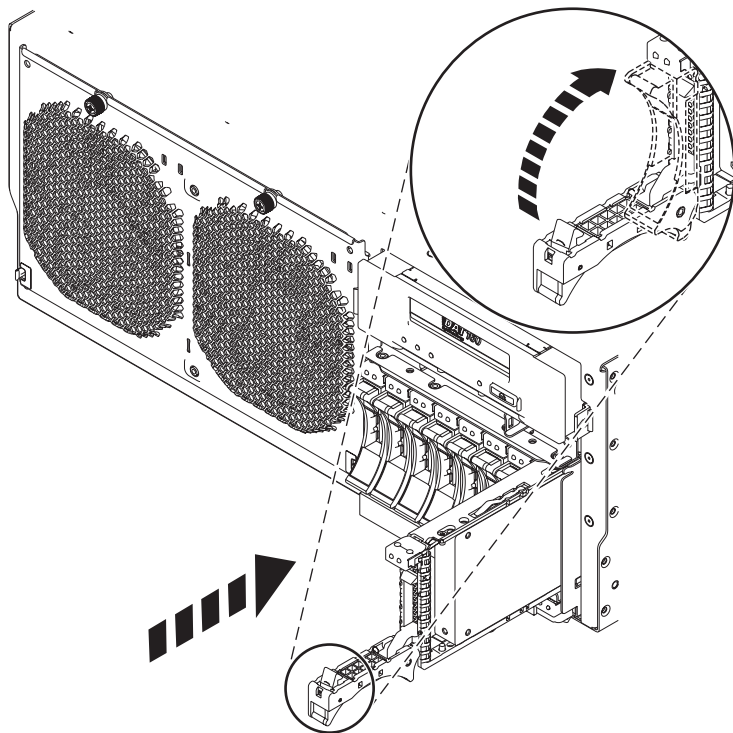

Figura 42. Substitució d'una unitat de disc al sistema
7. Quan el LED d'identificació es torni sòlid, inseriu del tot la unitat de disc o unitat d'estat sòlid en el sistema o unitat d'expansió i feu pressió a la nansa de la unitat (A) fins que quedi bloquejada, tal com es mostra a la Figura 42 a la pàgina 66.